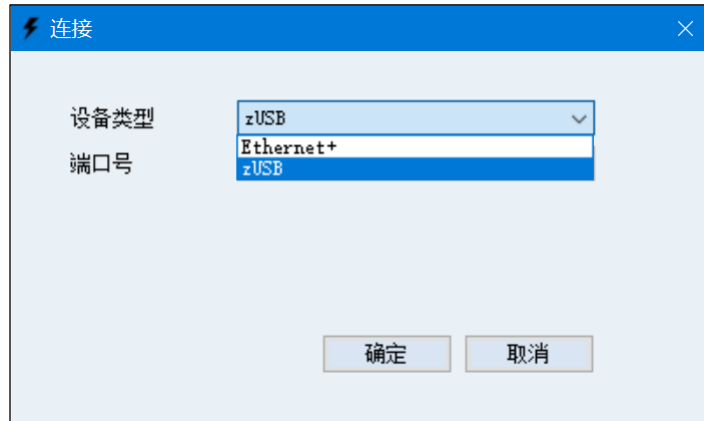

图 1. 连接方式
6. 在弹出的“连接”对话框中，列出了多种连接方式。请参见图 1 和表 1。